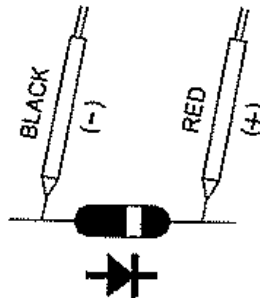

Fig. 3
- b. Quando ligado como ilustrado na Fig. 3, é efetuada uma verificação inversa no díodo. Se o díodo em teste estiver em boas condições, será visualizado “1”. Se o díodo em teste estiver danificado, será visualizado “.000” ou outros números. Um teste correto ao díodo deverá incluir ambos os passos a. e b. anteriores.